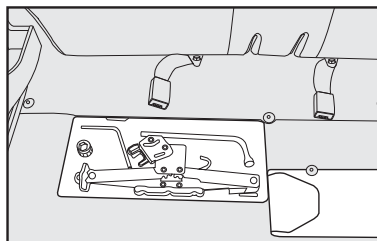

fig. 11
- Suelte las herramientas y quite el crique **fig. 11**, sacándolo de su alojamiento.